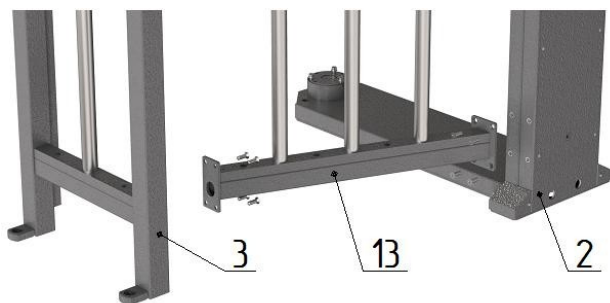

Рис. 5
– к боковым плоскостям стойки крыла прохода **2** аналогично установите ограждения **13** и **14** (рис.5) и закрепите винтами M8;